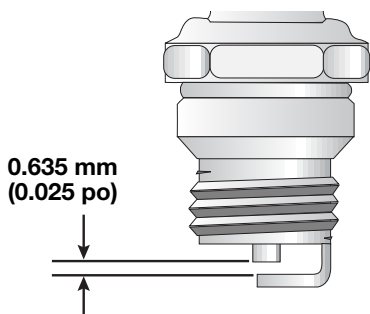

Fig. 28
- a. Tournez l'écrou de réglage à l'aide d'une clé de 8 mm (5/16 po) ou d'un tournevis à embout hexagonal (Fig. 28).
3. Remplacez toute bougie fendillée, encrassée ou sale. Réglez l'écartement à 0,635 mm (0,025 po) à l'aide d'une jauge d'épaisseur (Fig. 28).